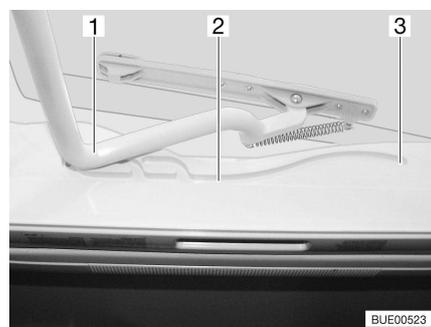

Fig. 35 Lanterneau Heki, glissière
- Tirer l'étrier (Fig. 35,1) dans les glissières (Fig. 35,2) jusque dans la position la plus reculée (Fig. 35,3).
- Pousser l'étrier (Fig. 35,1) légèrement vers le haut avec les deux mains.
- Tirer l'étrier dans les glissières (Fig. 35,2) jusqu'à la position souhaitée.